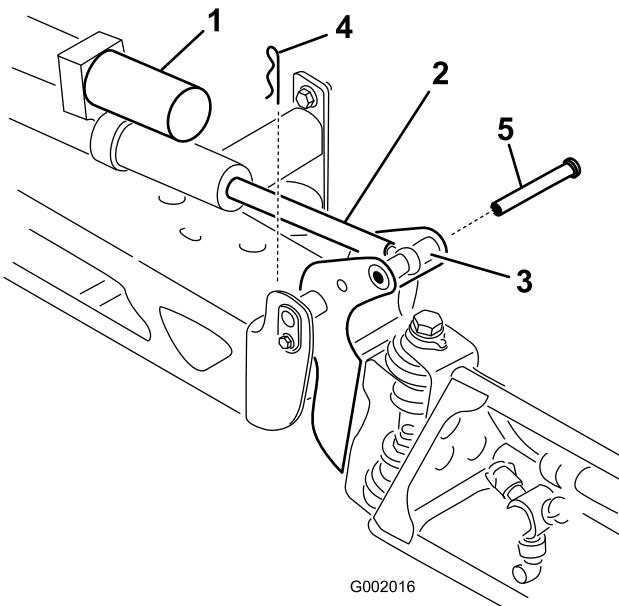

Bild 18
2. Nehmen Sie den Splint vom Lagerbolzen ab (Bild 18).
3. Heben Sie den Ausleger an und nehmen Sie den Stift ab (Bild 18).
8. Halten Sie den Ausleger fest und stecken Sie den Stift durch das Auslegerscharnier und die Aktuatorstange (Bild 18).